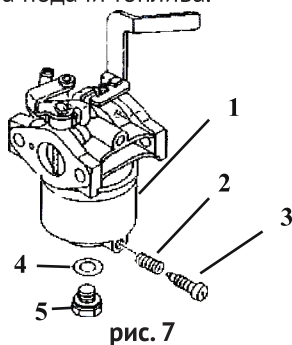

рис. 7
7.7.3 Слейте топливо из поплавковой камеры карбюратора, вывинтив пробку 3 (рис. 7) После слива установите пробку на место и затяните.
7.7.4 В модификациях в которых отсутствует винт слива бензин сливать вывинтив болт 5 (рис. 7) крепления поплавковой камеры 1 (рис. 7), придерживая камеру.